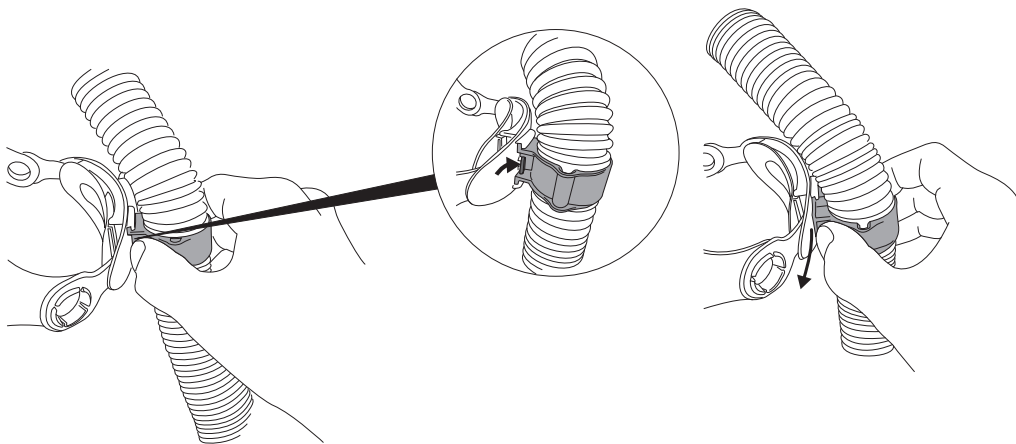

Fig. 18a
- a. Desconecte el tubo del conducto de aire del casco para soldar (consulte **Conexión y desconexión de tubos de respiración en Instrucciones de funcionamiento**) (Fig. 18a).